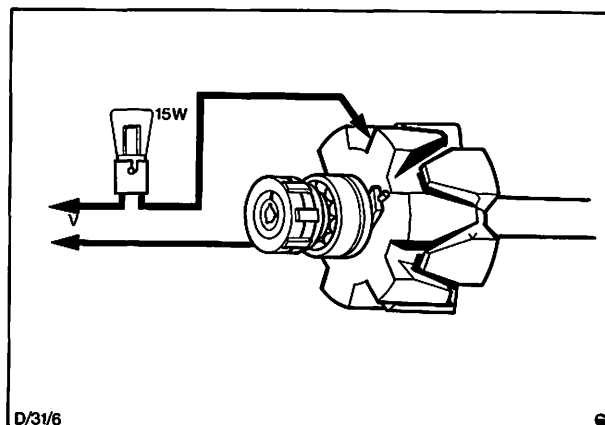

Abb. 51 Isolation der Läuferwicklung prüfen
b) Isolation der Läuferwicklung prüfen. Abb. 51.